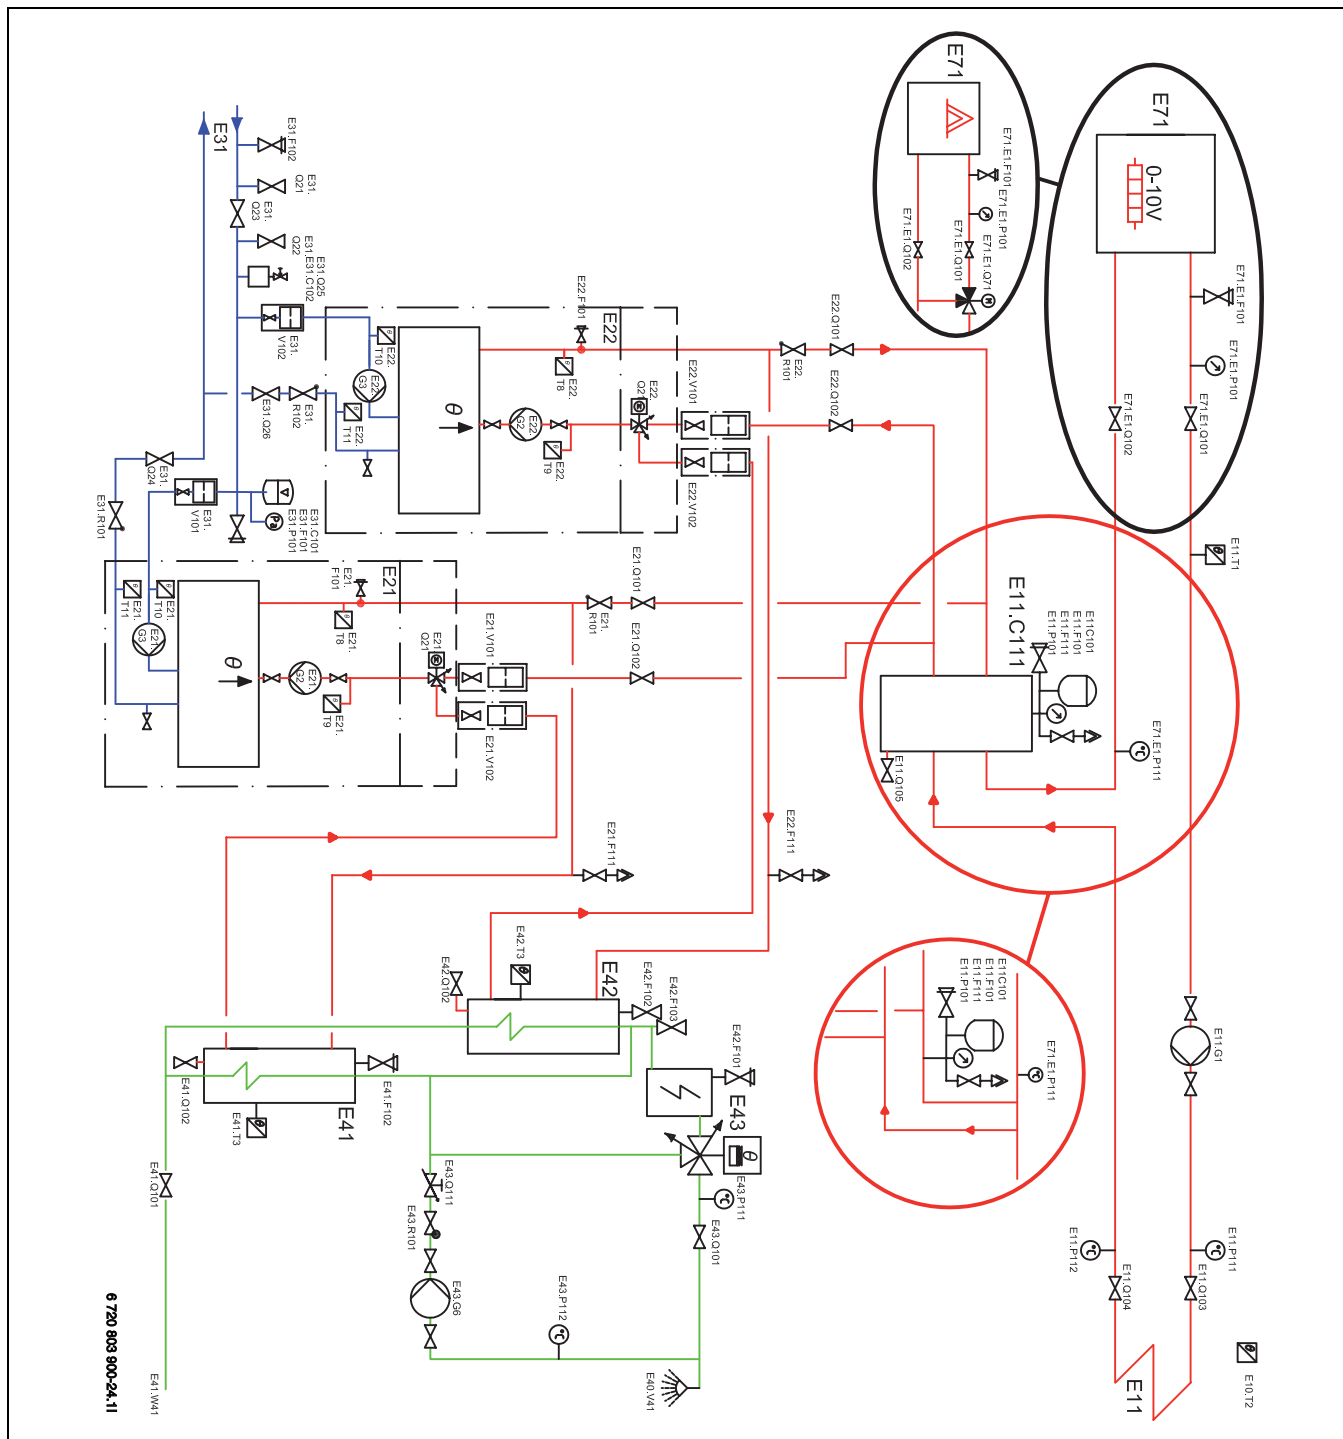

Bild 15 Kaskadsystem med mer varmvattenbehov
8.7.1 Kaskadsystem med mer varmvattenbehov (→ Bild 15)